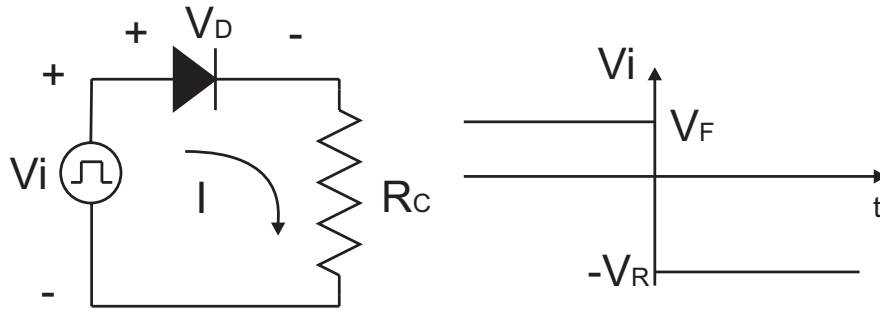

Figura 12: Aplicación de un escalón de tensión de directa a inversa a un diodo.
**REALIZACIÓN PRÁCTICA** Calcular el tiempo de vida media de los huecos en una unión  $p^+ - n$  probando con diferentes niveles de tensión. Se deberá comprobar a su vez que el tiempo de almacenamiento varía con los valores de estas tensiones. Utilizar las expresiones resultantes del modelo de control de carga y de la ecuación de continuidad. Comparar los resultados. Para ello montar el circuito de la Figura 12. Aplicar pulsos a la entrada usando diferentes valores de las tensiones en directa e inversa. Medir para cada pulso de entrada la corriente en directa  $I_F$  y la corriente en inversa  $I_R$  y los tiempos de almacenamiento y caída. Recordar que para medir corrientes se mide la diferencia de potencial en la resistencia  $R$ . (Usar como diodo un 1N4004)